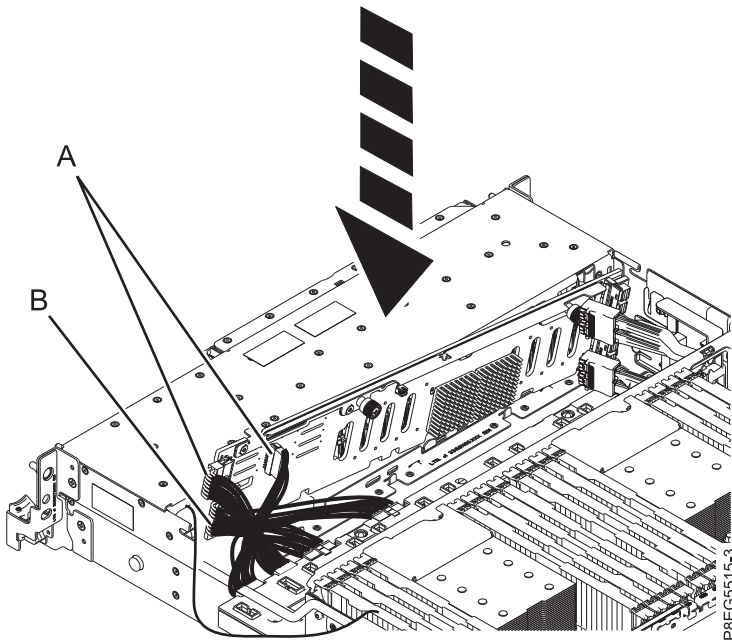

Figure 18. Reconnexion du cordon d'alimentation, du cordon d'interface et du câble du panneau de commande
3. Reconnectez le câble d'alimentation en Y (B), ainsi que le cordon d'interface et le câble du panneau de commande (A) au fond de panier d'unité de disque, comme illustré dans la figure 18, à la page 20.